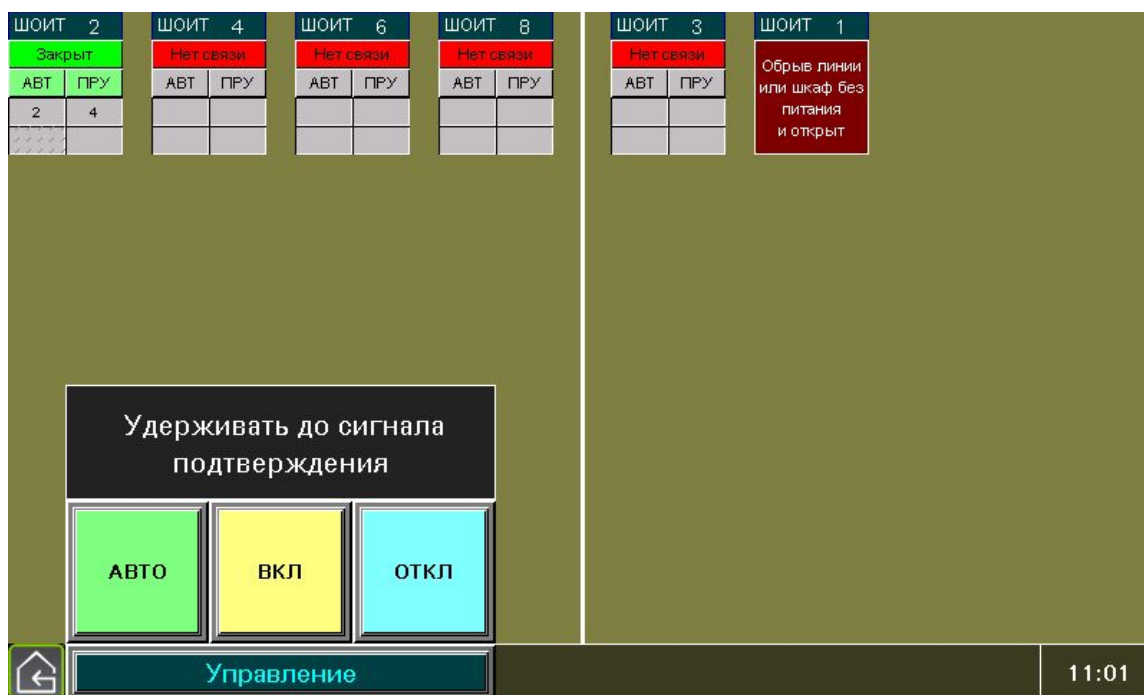

Рисунок 25 – Пример экрана мониторинга с открытой панелью дистанционного управления
- Кнопка дистанционного управления режимом работы обогрева во всех подключенных ШОИТ (). Позволяет установить один из режимов работы обогрева стрелочных переводов («Автоматический», «Ручной» или «Отключено») одновременно во всех ШОИТ, с которыми в текущий момент установлена связь. Кнопка требует кратковременного нажатия и отображается на экране мониторинга только в режиме работы ПУО-М «Зима». После нажатия на кнопку дистанционного управления открывается панель дистанционного управления (рисунок 25), состоящая из 3-х кнопок: